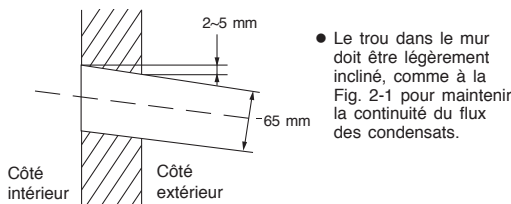

Fig. 2-1
2.1 Percez un trou dans le mur comme illustré à la Fig. 2-1.